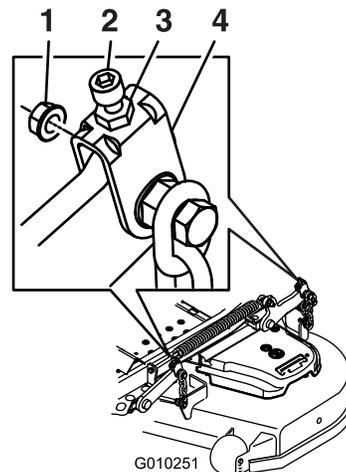

Figura 98
10. Gire la tuerca de ajuste del conjunto de elevación de la carcasa delantera para modificar la altura (Figura 98).
16. Gire el tornillo de ajuste hasta obtener una altura de 8.3 cm ($3\frac{1}{4}$ ") (Figura 98).